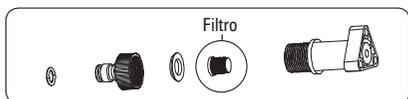

FIGURA 13
- Verifique também o filtro de entrada periodicamente e realize a limpeza se necessário (figura 13)
4. Conecte a mangueira de entrada de água à hidrolavadora (figura 13)